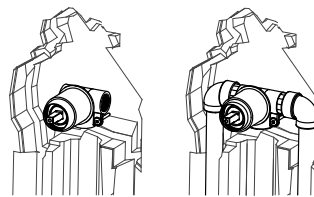

Рис.3 / 3 сур.
- Необходимо смонтировать смеситель, подключить к нему трубы системы водоснабжения, и закрепить его к стене (рис. 3.).